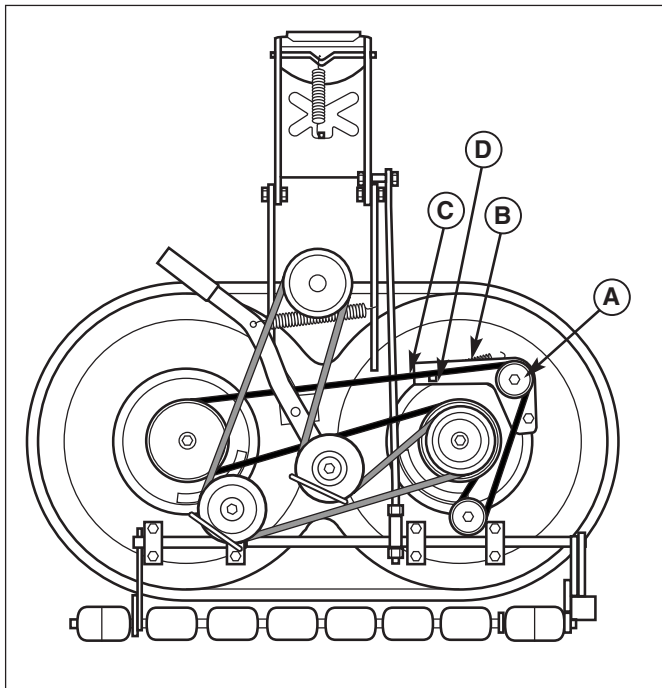
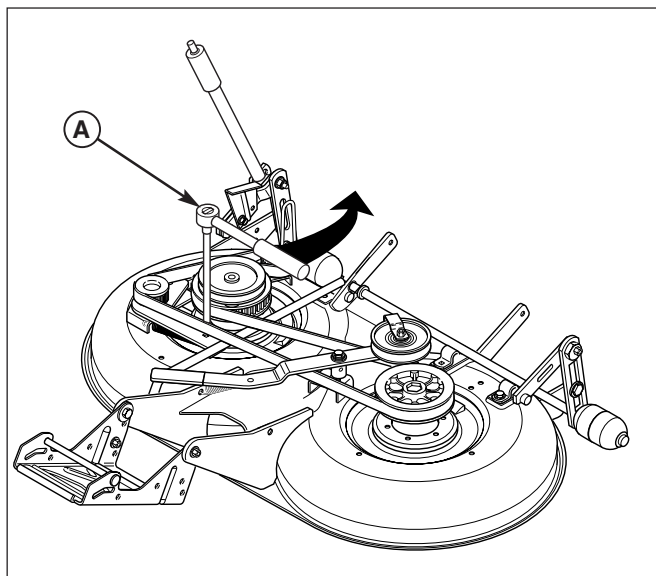
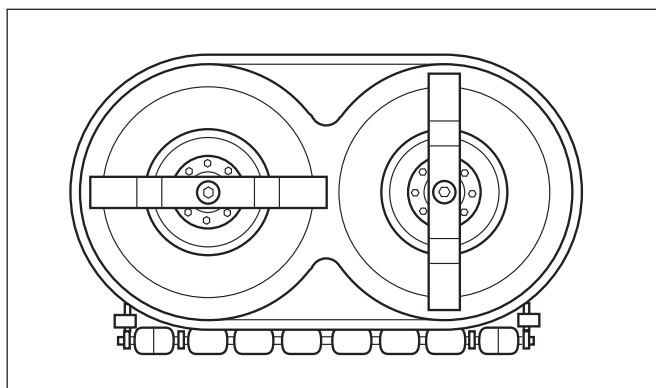

Figure 67. Tondeuse pour broyage (caches de courroie déposés)
Figure 68. Relâcher la tension de la courroie dentée
Figure 69. Synchronisation des lames de tondeuse
3. Desserrer la vis à tête du tendeur (A, figure 67).
4. A l'aide d'un clé à cliquet (A, figure 68), insérer l'extrémité de la rallonge dans le trou carré (D, figure 67) et déplacer le tendeur (B, figure 67) pour relâcher la tension de la courroie (C).
5. Retirer la courroie (C).
6. Installer une nouvelle courroie (C) sur les poulies comme l'indique le schéma. Relâcher le tendeur (A) pour permettre au ressort de tendre automatiquement la courroie dentée.
7. Serrer la vis à tête du tendeur (A). Remettre les caches de courroie en place.
8. Vérifier que les lames sont positionnées perpendiculaires l'une à l'autre (voir figure 69). Si ce n'est pas le cas, effectuer la procédure de synchronisation des lames de tondeuse figurant dans la section « Entretien périodique ».